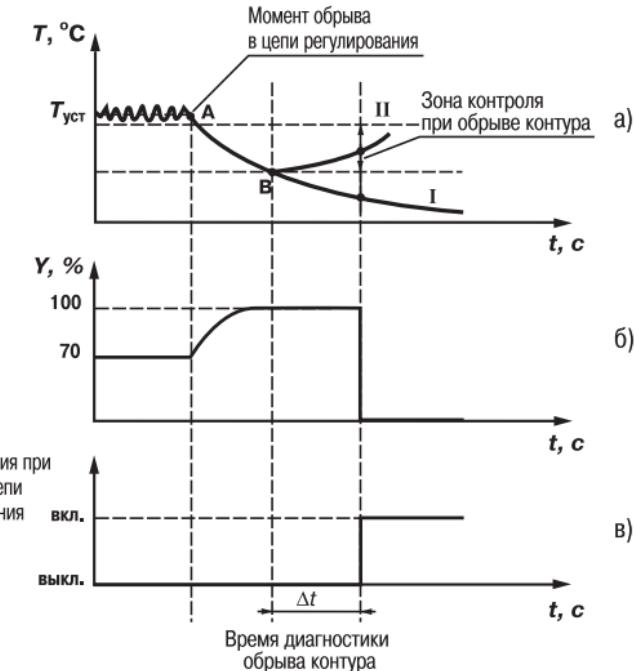

Рис. 13
3.2.8.3.3. Приведем пример срабатывания устройства диагностики обрыва контура (рис. 13).
В точке А нагреватель вышел из строя, и температура начинает уменьшаться (рис. 13, а). Регулятор увеличивает выходной сигнал (рис. 13, б), контролируя отклик системы. Поскольку температура продолжает уменьшаться, рассогласование растет, и значение Y достигает 100 %. В момент достижения $Y = 100\%$ (точка В) прибор начинает отсчет «времени диагностики обрыва контура» Δt .
Если по истечении этого времени температура продолжает уменьшаться, сигнализация срабатывает (кривая I на рис. 13, а). Если температура стала расти, но за время Δt изменение температуры не превысило «ширину зоны диагностики обрыва контура» (кривая II на рис. 13, а), сигнализация также срабатывает (рис. 13, в).